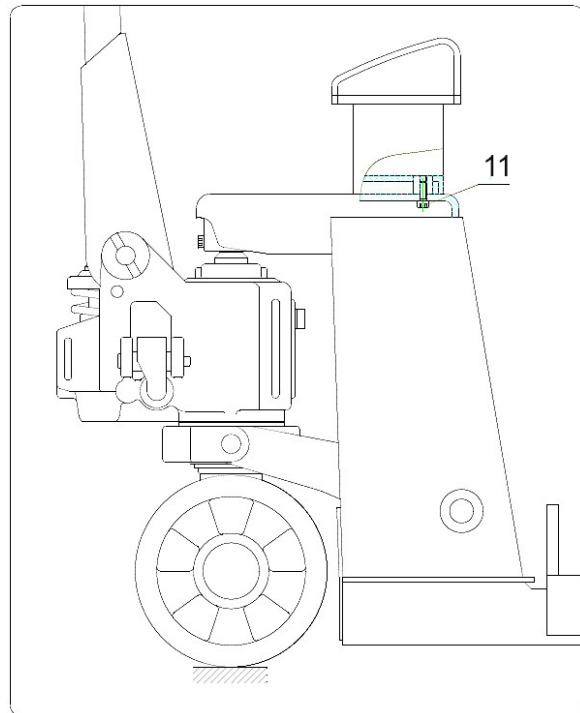

Abb. 10: Montage des Anzeigeelements
Schritt 1: Fixieren Sie das Display wie in Abbildung 10 gezeigt. Verwenden Sie die 3 Schrauben (11, Abb.10) um das Display zu befestigen.